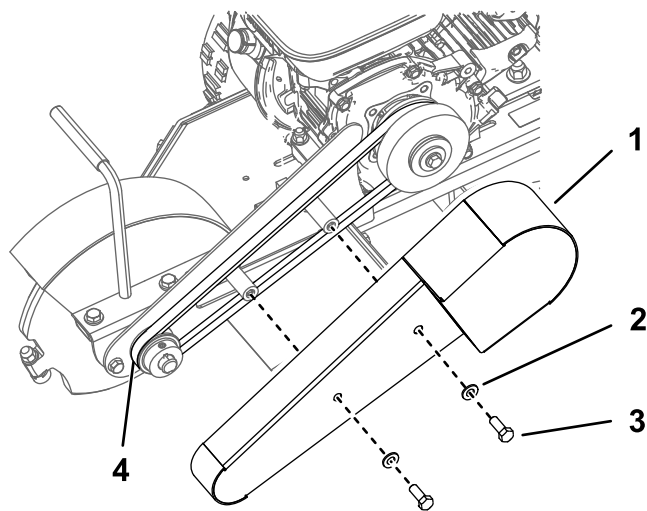

Figure 1
1. Déposez les 2 boulons, les 2 rondelles et le protège-courroie (Figure 1).
4. Déposez la courroie (Figure 1).